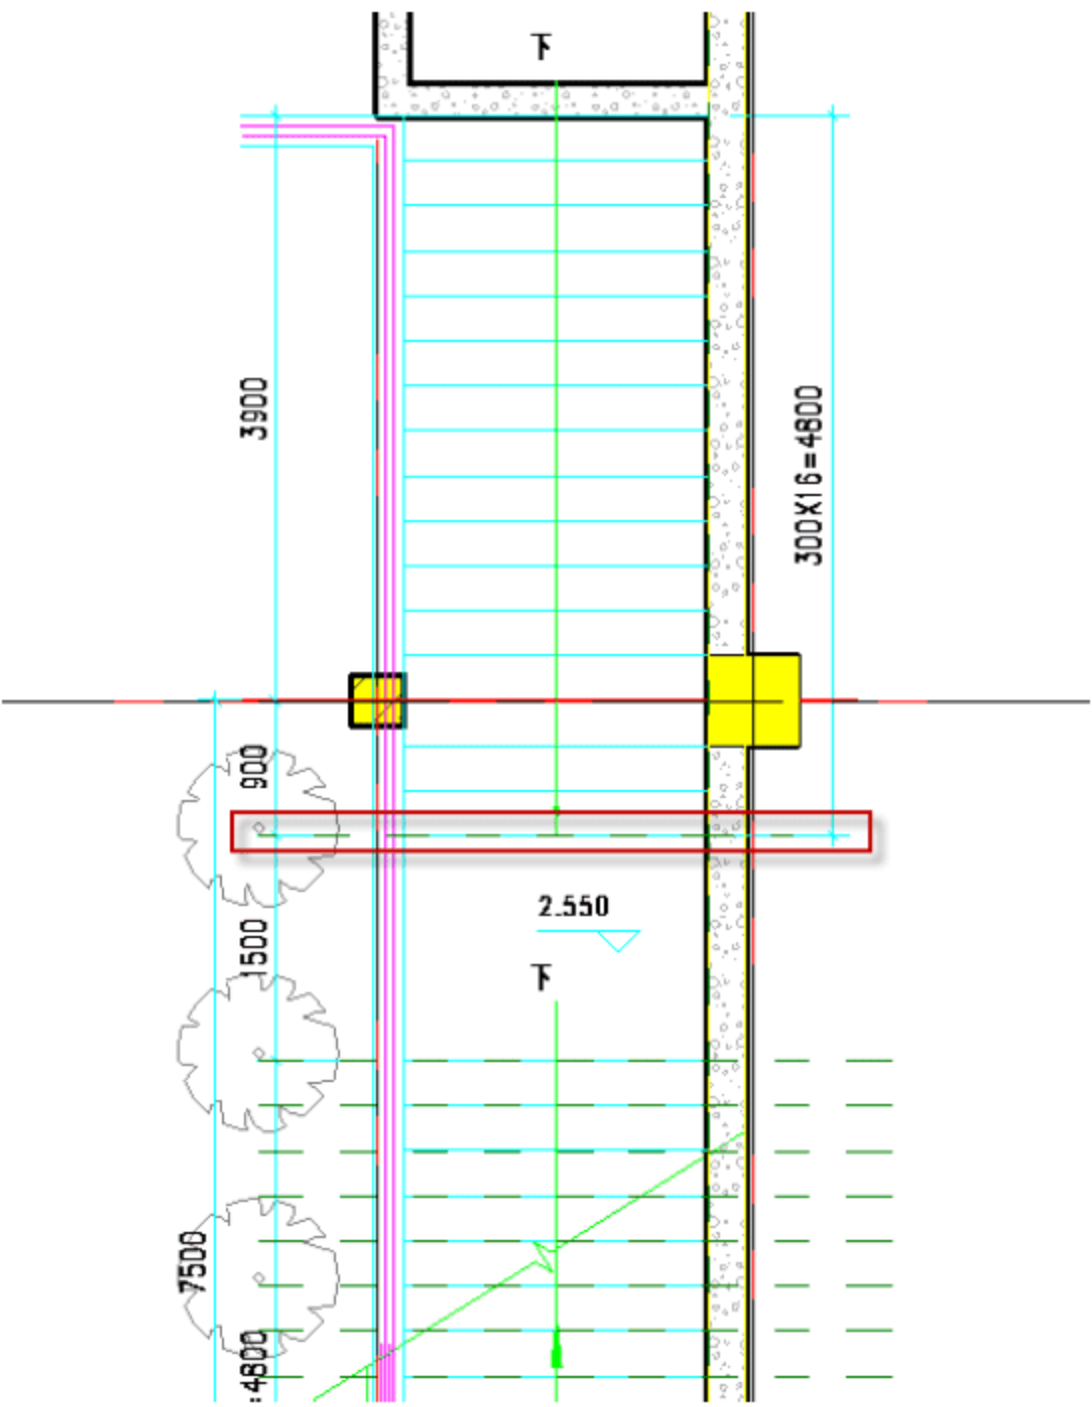

图 10.5.29 绘制第二条水平参照平面
(6) 绘制第二条水平参照平面。按快捷键 R+P 绘制参照平面，对齐第一条楼梯线，绘制参照线，如图 10.5.29 所示。